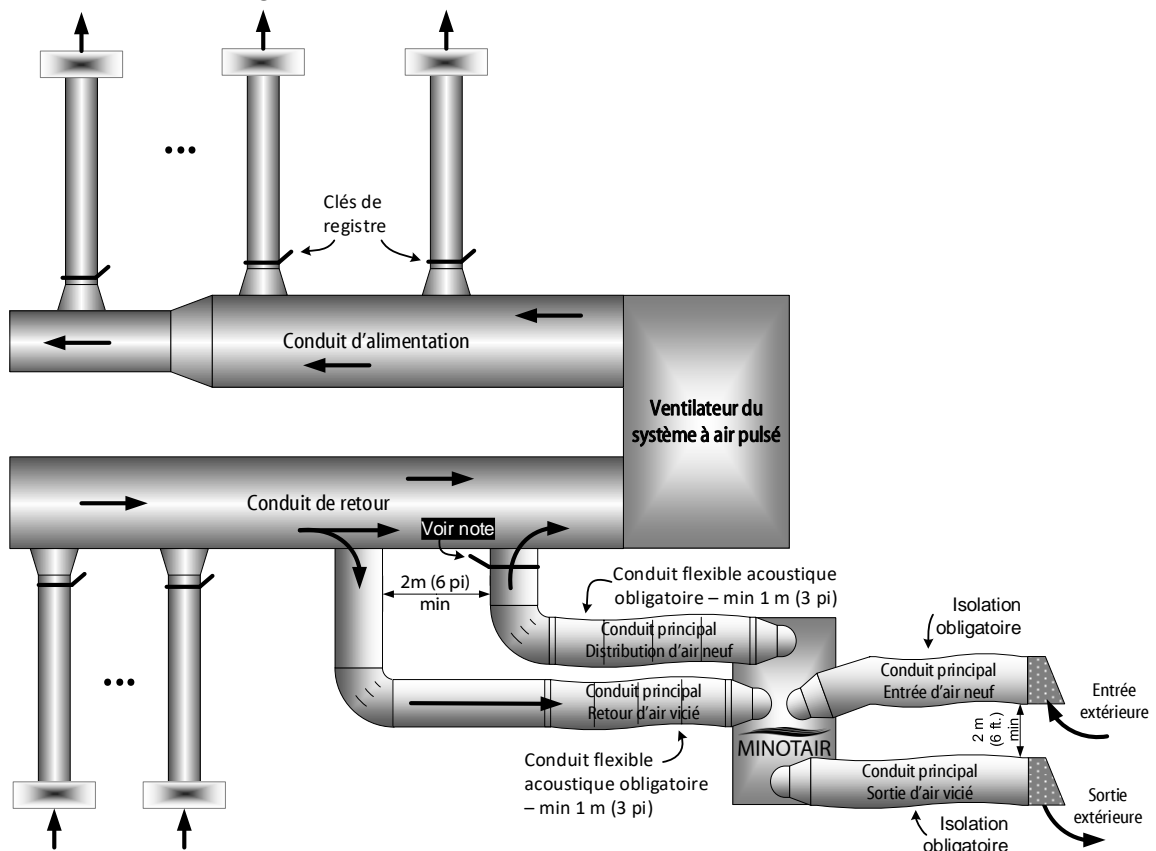
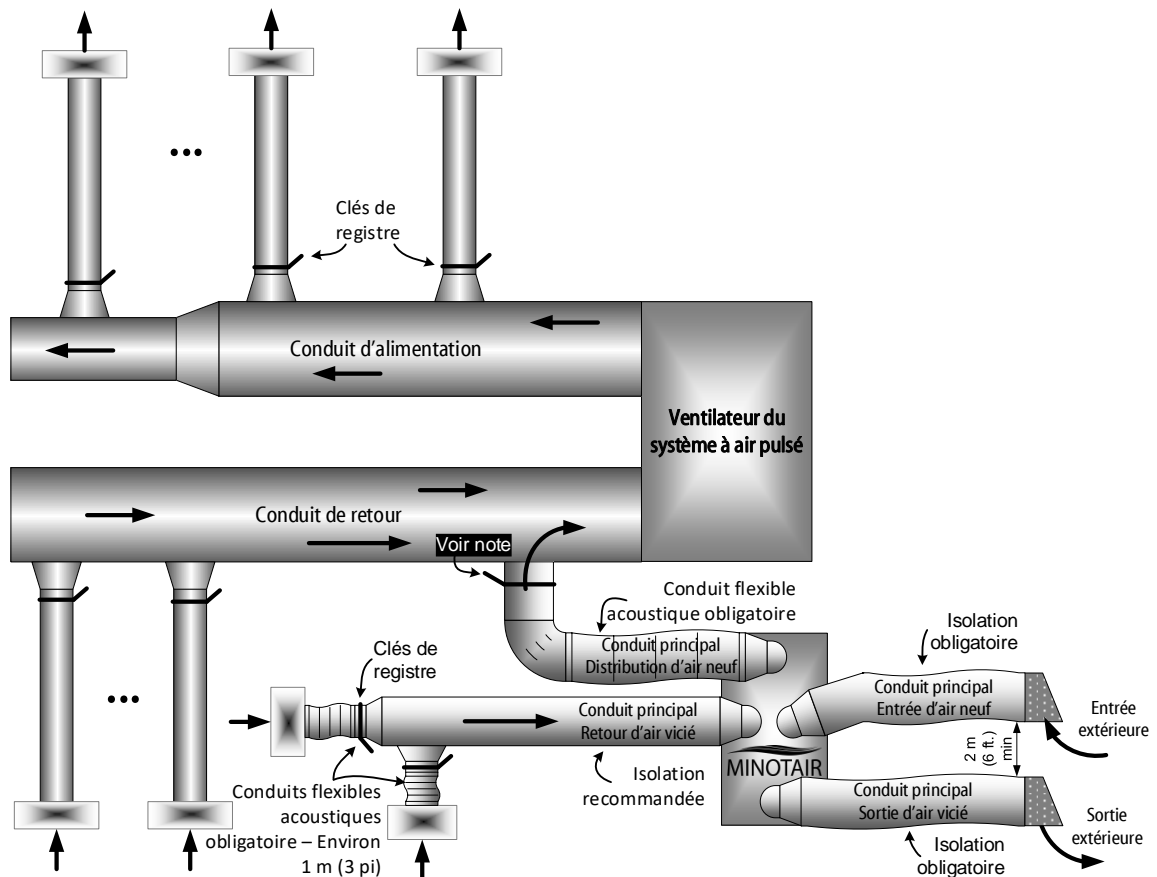

Figure 9 - Branchement à un système de ventilation à air pulsé – méthode simplifiée.
Figure 10 - Branchement à un système de ventilation à air pulsé – extraction à la source.
- Si ce n'est pas le cas (*c.-à-d. la pression est négative*), vous devrez installer une clé de registre (Figure 9 et Figure 10) et l'ajuster jusqu'à ce que la pression statique indique environ 0.0 ou 0,1 po H2O (25 Pa) et pas plus.